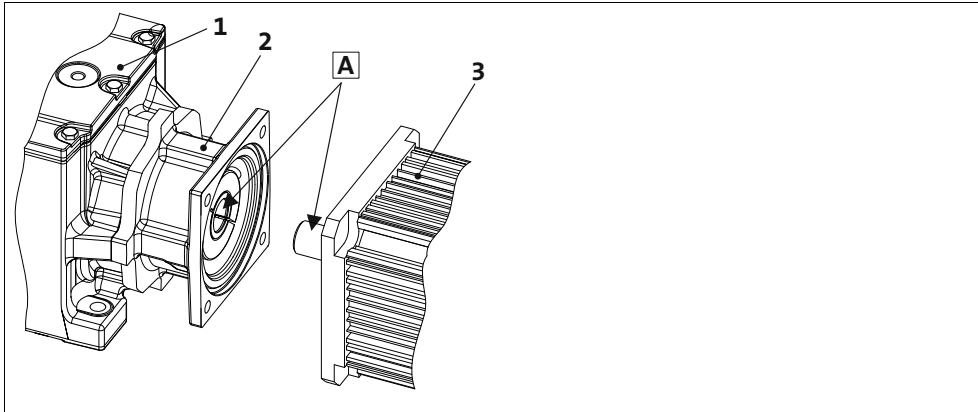

Abb. 5 Wellenflächen
- Hohlwellenbohrung und Motorwellenzapfen sorgfältig reinigen und entfetten, Abb. 5.